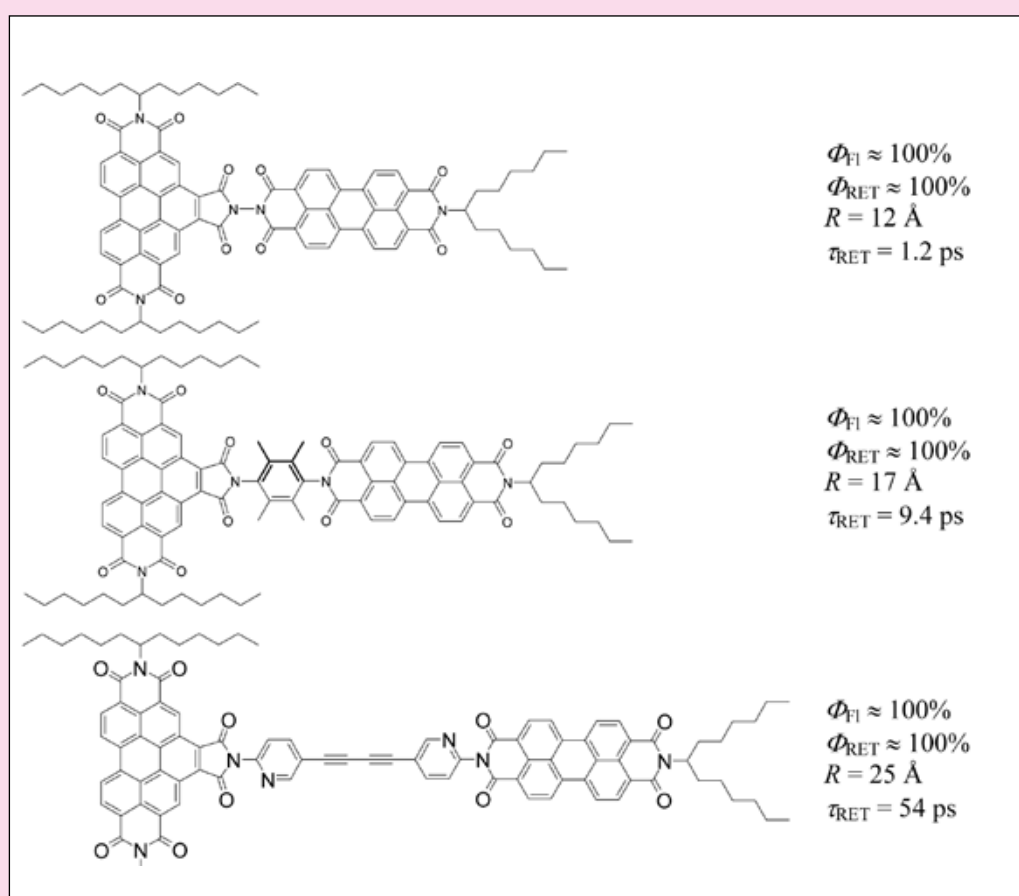

Abb. 5 Bichromophore mit orthogonalen Übergangsmomenten.
Für Punkt (3) wurden bereits diverse Systeme mit verschiedenen langen Spacern synthetisiert (Abb. 5). Die orthogonal stehenden Übergangsmomente lassen Abweichungen von der Theorie voll zu Tage treten und vermindern Störungen durch Excitonenwechselwirkungen, die die theoretische Bearbeitung weiter verkomplizieren würde. Man findet bei einer direkten Verknüpfung der Chromophore von 2 und 3 über eine Einfachbindung eine außerordentlich schnelle Energieübertragung mit einer Zeitkonstante von 1.2 ps, die mit länger werdendem Spacer ansteigt. Die Abstands-